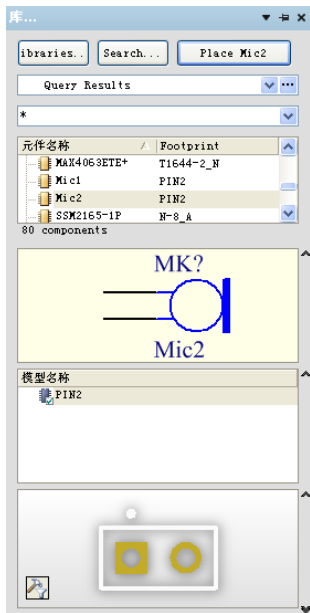

图 6-28 选择麦克风元件
Step2 单击“Search（搜索）”按钮进行搜索，并返回“库”面板，搜索结束后，即可从元件列表中选择麦克风元件，如图 6-28 所示。